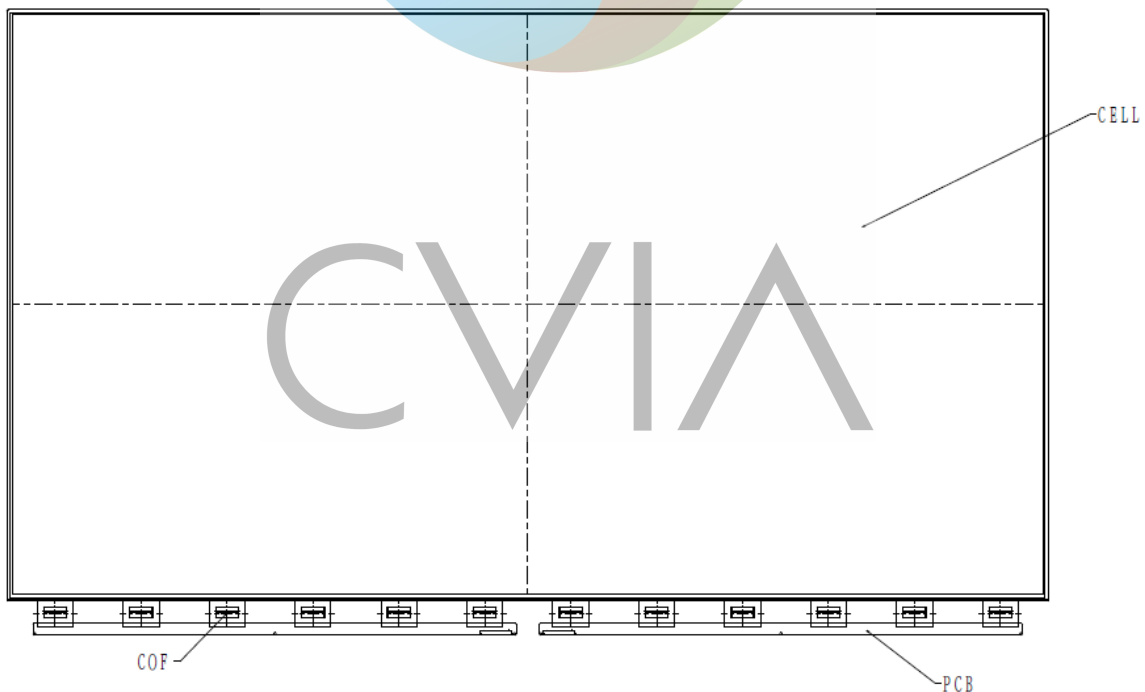

图 1 55 英寸显示屏结构示意图
在实际交付的 55 英寸显示屏 (OC) 产品中，应包括 CELL、SOURCE PCB、COF 等零部件，如图 1 所示。